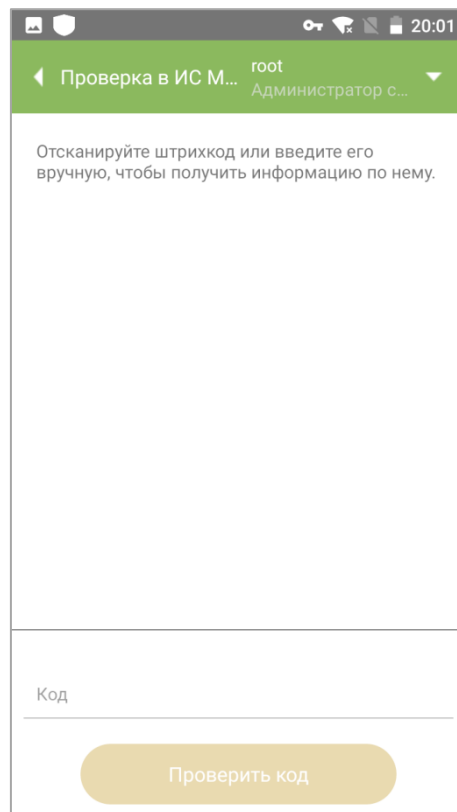

Рисунок 15.1
2. В открывшемся окне отсканировать или ввести вручную проверяемый индивидуальный или групповой код маркировки (Рисунок 15.1). При ручном вводе нажать кнопку «Проверить».